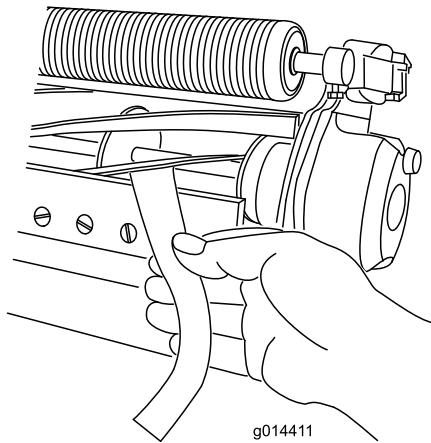

Figura 5
3. Numa das extremidades do cilindro, introduza uma longa tira de jornal entre o cilindro e a lâmina de corte (Figura 5). Enquanto roda ligeiramente o cilindro para a frente, rode o parafuso de ajuste da barra de apoio no sentido dos ponteiros do relógio, na mesma extremidade do cilindro, uma posição de cada vez, até que o papel esteja ligeiramente apertado, quando inserido pela parte dianteira, paralela à lâmina de corte. Quando puxa o papel, deve sentir uma ligeira pressão.
5. Depois de ajustar, verifique se o cilindro aperta o papel quando este for inserido pela frente e se corta o papel quando este for inserido num ângulo recto, relativamente à lâmina de corte (Figura 5).